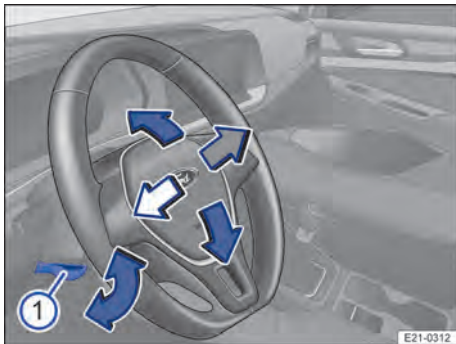

Abb. 61 Unter dem Lenkrad in der Lenksäulenverkleidung: Hebel für die Einstellung der Lenkradposition.
1. Hebel → Abb. 61 ① nach unten drücken.
3. Hebel → Abb. 61 ① fest nach oben drücken, bis er bündig mit der Lenksäulenverkleidung abschließt → ⚠.